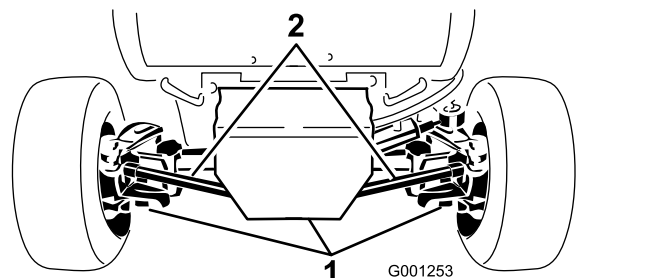

Figura 61
2. Limpe as zonas em redor dos três tampões de escoamento (Figura 61).